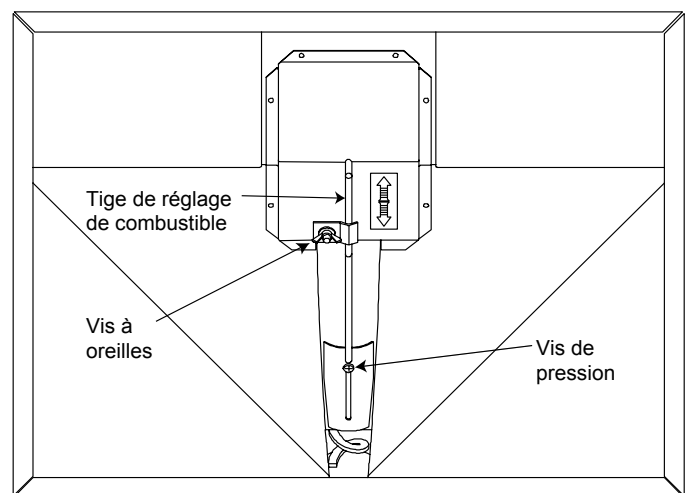

Figure 26.1
La tige de réglage du débit d'alimentation est réglée en usine et ce réglage devrait être adéquat pour la plupart des combustibles. La vis de pression se trouve au bas de la trémie. Elle a été desserrée en usine pour que la tige de réglage du combustible ne se déplace que quand on desserre la vis à oreilles sur la partie supérieure. **Voir la figure 26.1.** Ne resserrez pas cette vis de pression.
1. Desserrez la vis à oreilles. **Figure 26.1**
- c. fermez complètement la plaque de fond du creuset de combustion quand vous avez terminé. **Voir figure 26.1 à la page 26.**